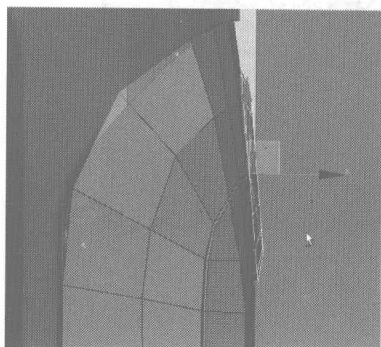
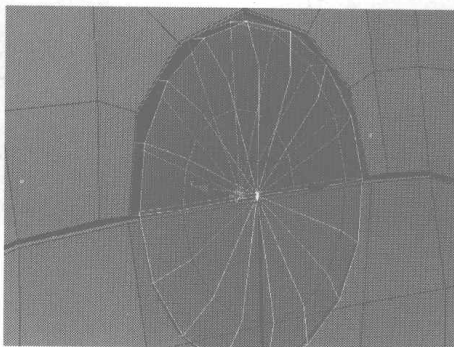
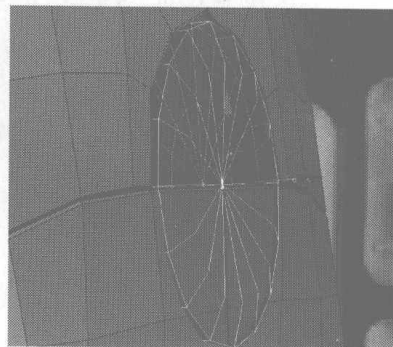

图 4.110
图 4.111
图 4.112
- 03** 选择圆柱体, 在 Left 视图中旋转、调整该物体, 如图 4.110 所示。然后再选择如图 4.111 所示的边线, 在工具栏中的坐标样中选择 Local 局部坐标, 在 Perspective 视图中适当地调整边线, 如图 4.112 所示。